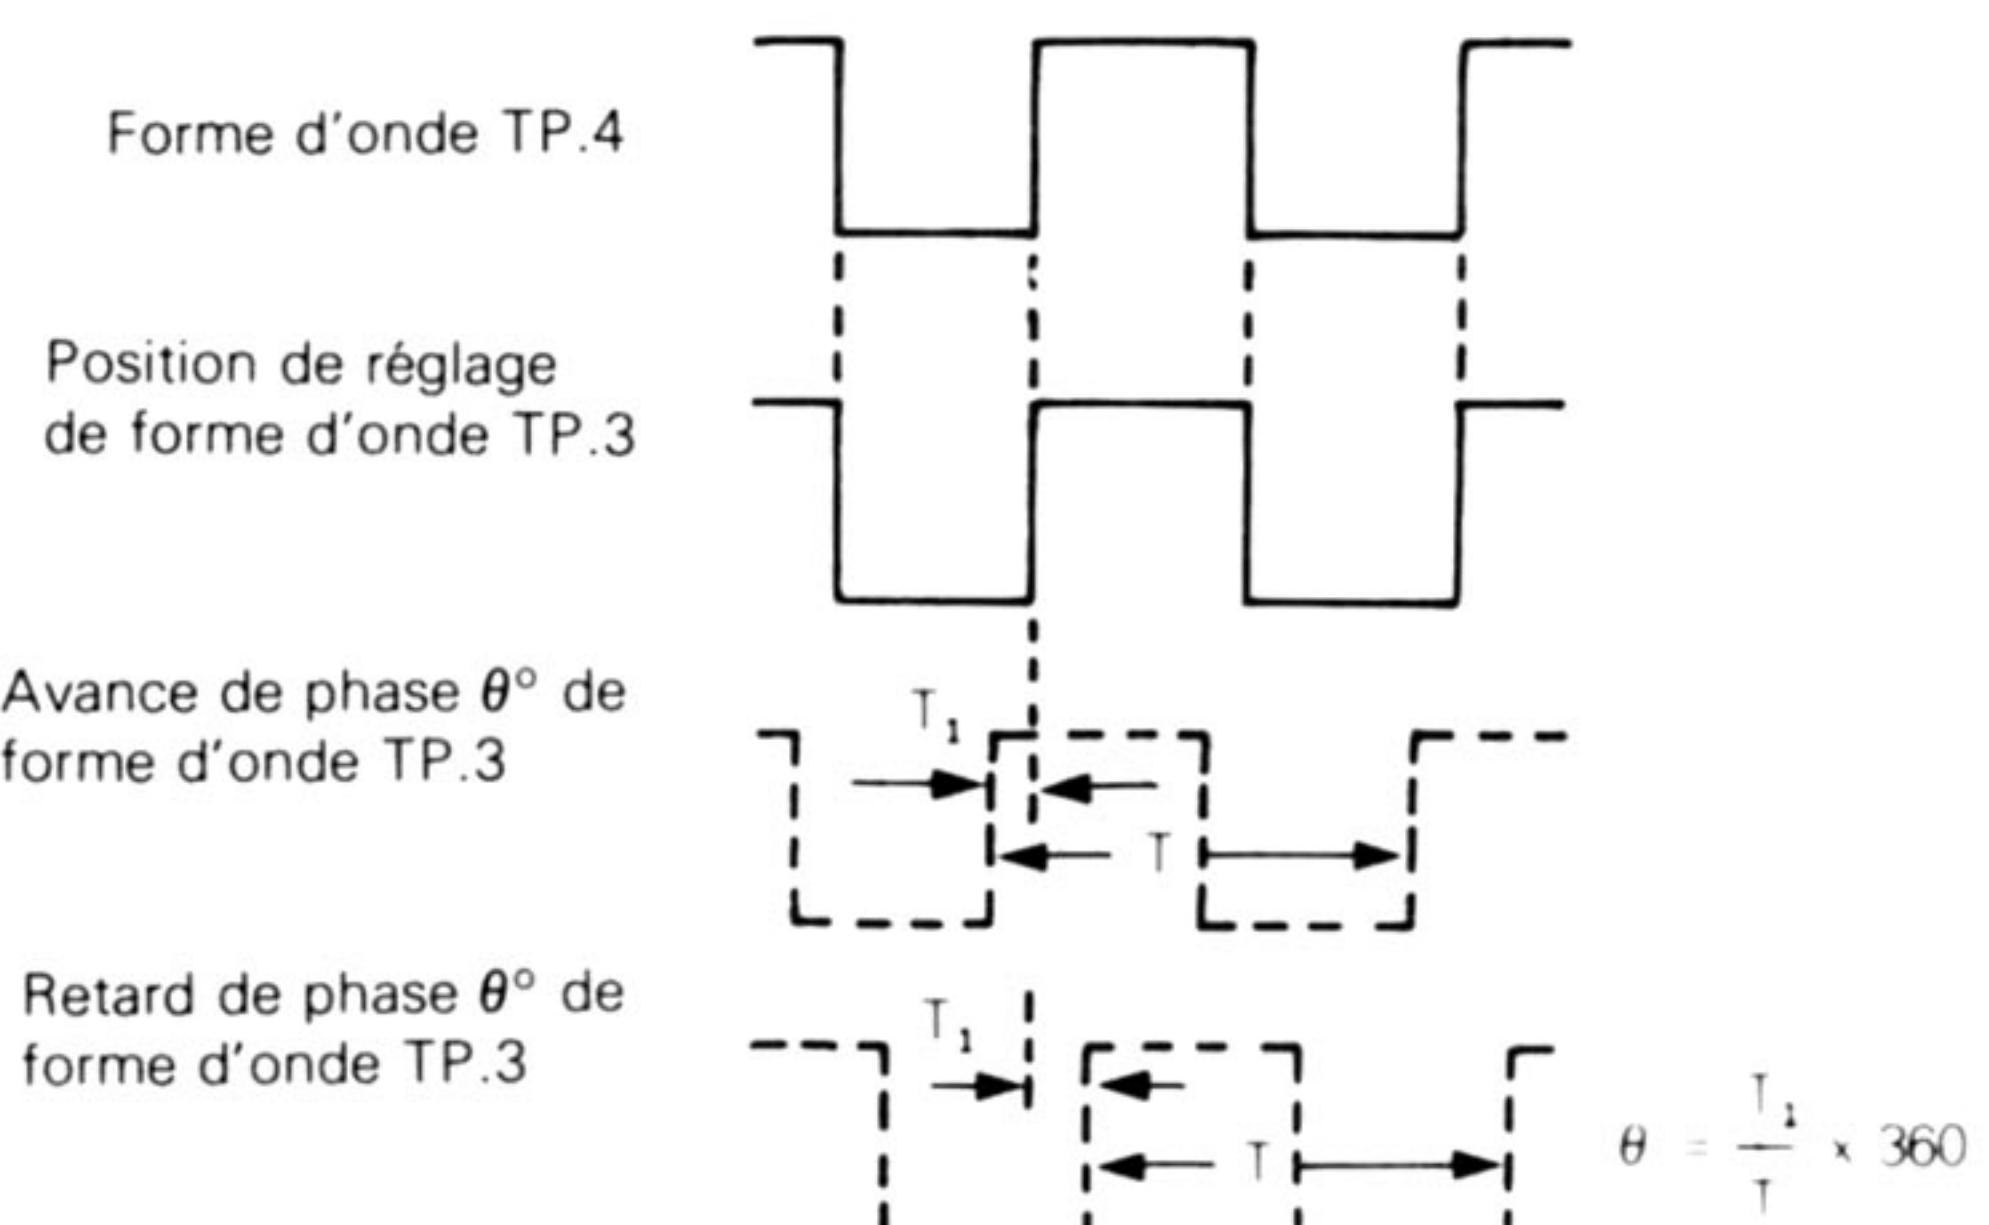

Fig. 1
- (1) Déposer tout d'abord le plateau; puis, renverser l'appareil et enlever le couvercle du fond.
- (2) Prendre un câble du TP.3 (broche 7 du CI701), un du TP.4 (collecteur Q709) et le câble de terre (broche 30) et les relier à un oscilloscope. Si l'on dispose d'un phasemètre, relier le côté de référence à TP.4 et le côté de comparaison à TP.3.
- (3) Retourner l'appareil à sa position normale et replacer le plateau et son tapis.
- (4) Libérer le bras de lecture de son support, le mettre sur la position DOWN, et faire tourner le plateau à la vitesse de 33 t/mn. et une hauteur de 0,0% pendant au moins 10 minutes.
- (5) Ajuster la résistance semi-fixe R791 de telle sorte que la différence de phase dans les formes d'onde TP.3 par rapport à celles de TP.4 soit amenée à une valeur du Tableau 2 qui corresponde à la température ambiante. Comme le facteur d'utilisation de forme d'onde n'est pas exactement 50%, aligner la phase avec la montée positive de forme d'onde. De plus, comme l'aiguille fluctue légèrement en raison du pleurage/scintillement des formes d'onde TP.3, régler au centre de ces fluctuations.
- (6) Faire varier la hauteur du son de -9,9% à +9,9% pour chaque vitesse et vérifier que les résultats correspondent à ceux du tableau 1. Rechercher la différence de phase θ comme Fig. 1.
- (7) Si l'on décèle une déviation par rapport aux valeurs en (6), régler légèrement la résistance semi-fixe R790 et répéter les points (4), (5) et (6).
- (8) Monter le couvercle du fond, laisser tourner l'appareil pendant 10 minutes, et vérifier que les valeurs correspondent à celles qui figurent au tableau 1. Recommencer les opérations (1) à (8) si les valeurs ne correspondent pas.
- (9) Retirer à nouveau le couvercle du fond, détacher les cordons, puis remettre le couvercle du fond en place.